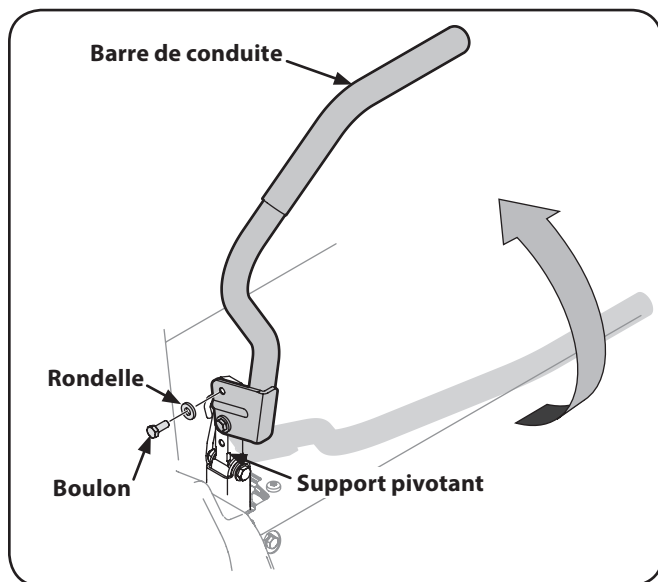

Figure 3-4
2. Soulevez et faites pivoter chaque barre de conduite vers le haut jusqu'à ce que le trou sur le support de la barre de conduite s'aligne avec un des trous du support pivotant. Voir Figure 3-4.
3. Placez la rondelle plate sur le boulon. À partir de l'extérieur, insérez le boulon avec la rondelle dans le trou du support de la barre de conduite, puis dans le trou du support pivotant. Voir Figure 3-4. Utilisez une clé de 12 mm (1/2") pour serrer le boulon. Ne serrez pas le boulon au maximum.